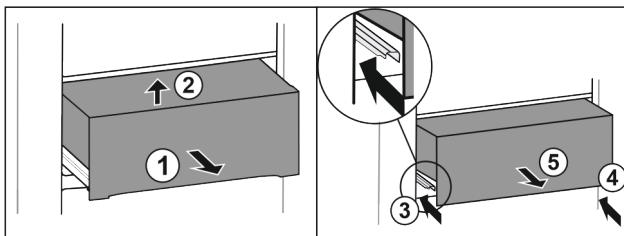

Fig. 30*
- Вытяните выдвижной ящик наполовину Fig. 30 (1).*
- Приподнимите спереди Fig. 30 (2).*
- Вставьте левую направляющую Fig. 30 (3).*
- Вставьте правую направляющую Fig. 30 (4).*
- Извлеките выдвижной ящик движением вперед Fig. 30 (5).*